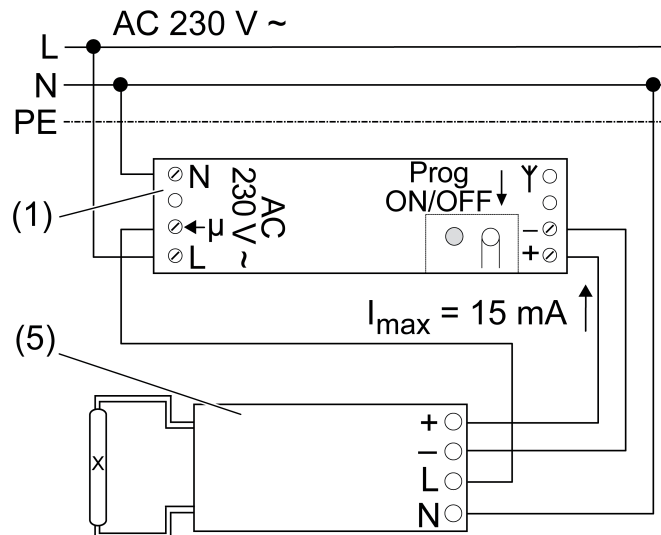

Figure 3
- Raccorder l'unité de commande (1) et le contrôleur de lampes (5) conformément au schéma de raccordement (figure 3).